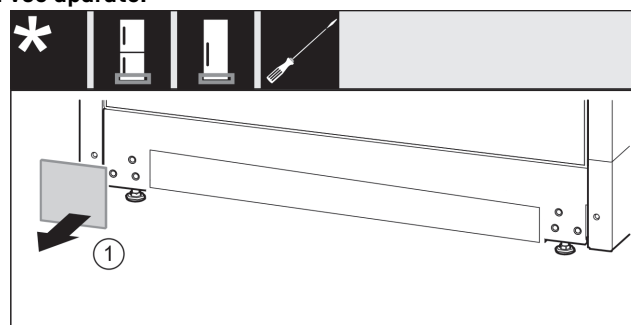

Fig. 30
- ▶ Snemite pokrov Fig. 30 (1).